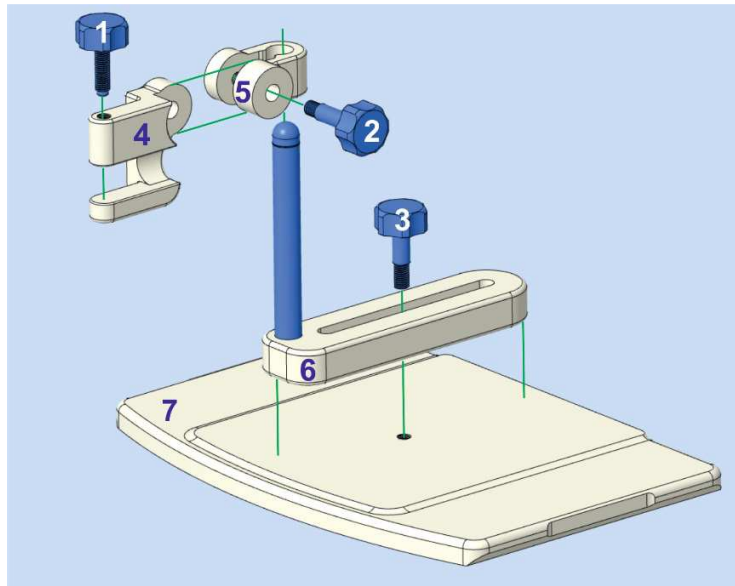

図 13 : 分解済み ER コイルサポート。
- b. 図 13 に従って ER コイルサポートを分解します。